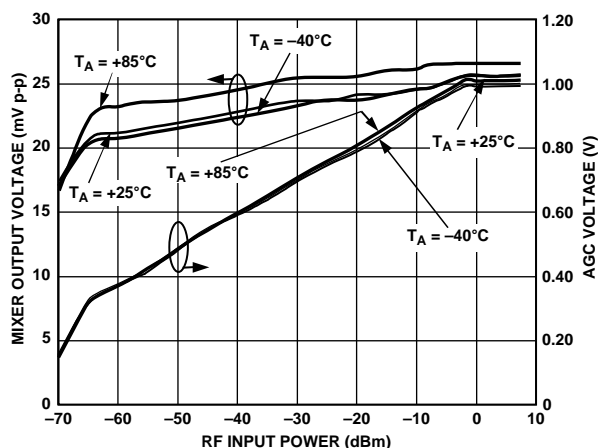
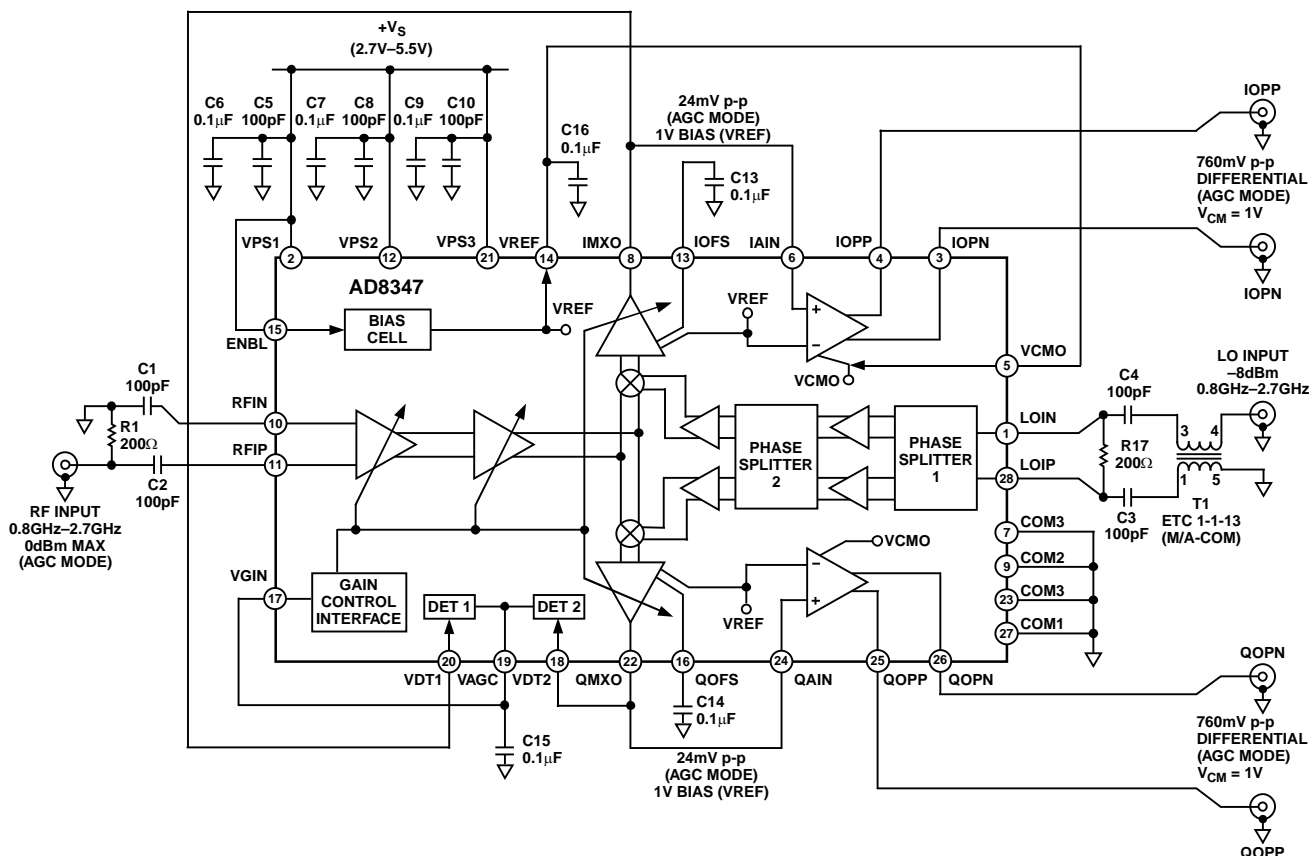
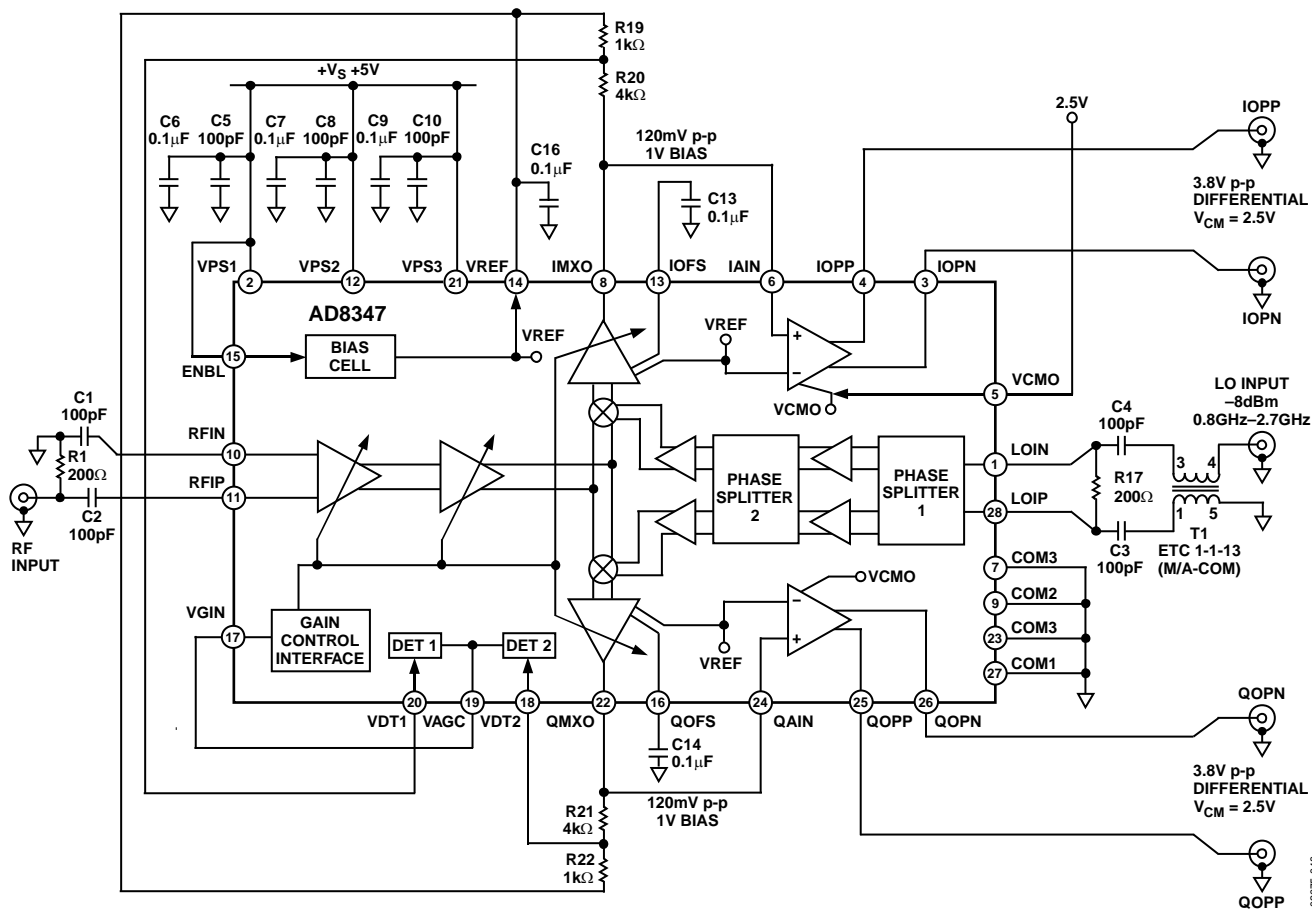

図 34. RF 入力パワー 対 AGC 電圧およびミキサー出力レベル ($F_{LO}=1900\text{ MHz}$ 、 $F_{BB}=1\text{ MHz}$ 、 $V_S=5\text{ V}$)
図 46. 基本的な接続
図 48. ベースバンド・アンプの出力振幅を増やすための AGC レベルの調整
図 46 は AD8347 を動作させるための基本的な接続です。VPS1、VPS2、VPS3 の 3 本の電源ピンが AD8347 に電源を供給し、回路全体のさまざまな部分に電流を提供します。VPS1 は局部発振器 (LO)、VPS2 は RF 部、VPS3 はベースバンド・アンプに電源を供給します。これらのピンは、すべて同じ電源電圧に接続してください。ただし 2 本のコンデンサを使用して、各ピンを別々にデカップリングします。100 pF と 0.1 μ F のコンデンサを推奨しますが、近い値のコンデンサも使用できます。
最適な性能を得るには、LOIN と LOIP の LO 入力を差動で駆動します。M/A-COM のバラン (ETC1-1-13) を推奨します。差動 LO 信号の生成には、AC 結合のトランスを使用する場合を除き、図 46 に示すように、入力は AC 結合する必要があります。LOIP と LOIN の間に 200 Ω のシャント抵抗を接続すれば、50 Ω 信号源への広帯域マッチング特性を改善できます。
図 46 に、このモードで動作させる接続を示します。2 つのミキサ出力は、それぞれ検出器入力 VDT1 と VDT2 に接続されています。加算された検出器出力により内部積分器が駆動され、この内部積分器が VAGC ピンのゲイン補正電圧を設定します。積分器回路の時定数は、VAGC からグラウンドの間の $0.1 \mu\text{F}$ コンデンサによって設定されます。VAGC は VGIN に接続され、内部スレッショルド・レベルに到達するまでゲインが調整されます。このレベルは IMXO/QMXO ピンのレベルに換算すると約 8.5 mV rms になります。このレベルは RF 入力パワーの関数として若干変化します（図 34 を参照）。CW（サイン波）入力では約 24 mV p-p になります。この信号が後続のベースバンド・アンプ段に直接印加されると、最終的なベースバンド出力は 760 mV p-p 差動になります。このことは「ベースバンド・アンプ」を参照してください。
図 48 に示すように、AGC回路を公称の 24 mV p-p より高い電圧レベルに容易に設定できます。IMXOピンとQMXOピンの電圧を減衰させてから検出器入力に印加します。ここに示す例では、IMXO/QMXOと検出器入力間の減衰係数を 0.2 (-14 dB) とすることで、VGA出力が約 120 mV p-p で平準化されます (なお、抵抗分圧回路は V_{REF} を基準にする必要があります)。その結果ベースバンド・アンプ出力のピークtoピーク出力振幅は 3.8 V 差動 (すなわち、それぞれの側で 1.6~3.4 V) になります。なお V_{VCMO} を 2.5 V に高めれば、ベースバンド出力の信号クリッピングを防止できます。ミキサー出力と検出器入力間で減衰させることによって、AGCが収束したときのRF入力パワーに対するミキサー出力レベルの変動は、図 34 に示す変動より大きくなります。この変動は、減衰係数の逆数倍になります。
このベースバンド・アンプに対するシングルエンド入力信号は、高インピーダンス入力の IAIN と QAIN に印加します。図 46 に示すように、ベースバンド・アンプは内部的に差動アンプとして動作し、もう一方の入力は V_{VREF} によって駆動されます。したがっ